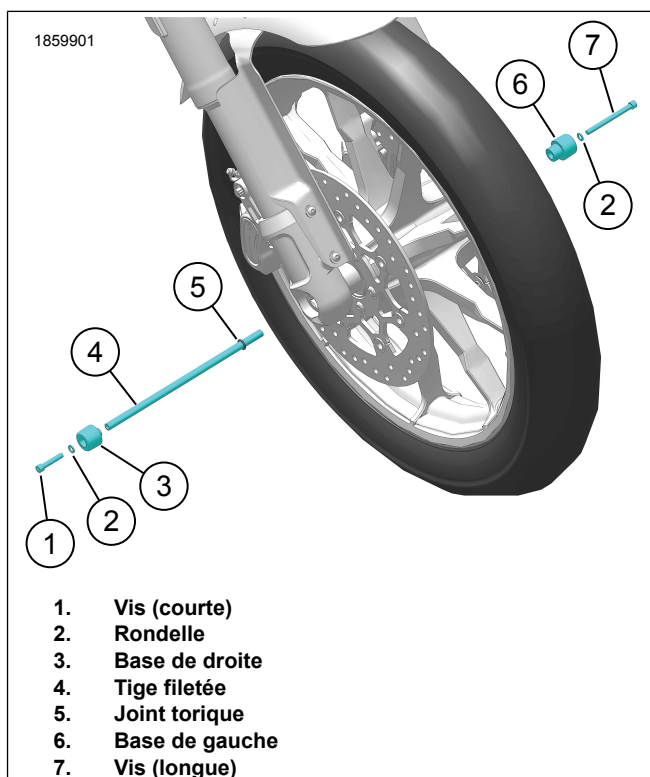

Figure 2. Roue FXLRS représentée (typique)
1. Voir la figure 2. Avant le montage, appliquer du frein filet sur les filets de vis (1, 7).